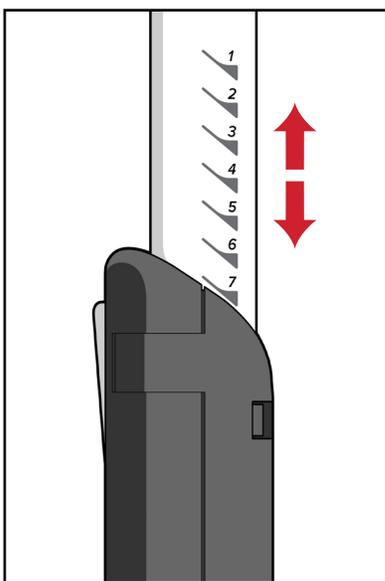

Рис. 7
1. Для вертикальной регулировки нажмите и удерживайте кнопку фиксатора, чтобы поднять или опустить мост на нужную высоту. Убедитесь, что мост зафиксирован на нужной высоте, как обозначено на мосте. (Рис. 7)